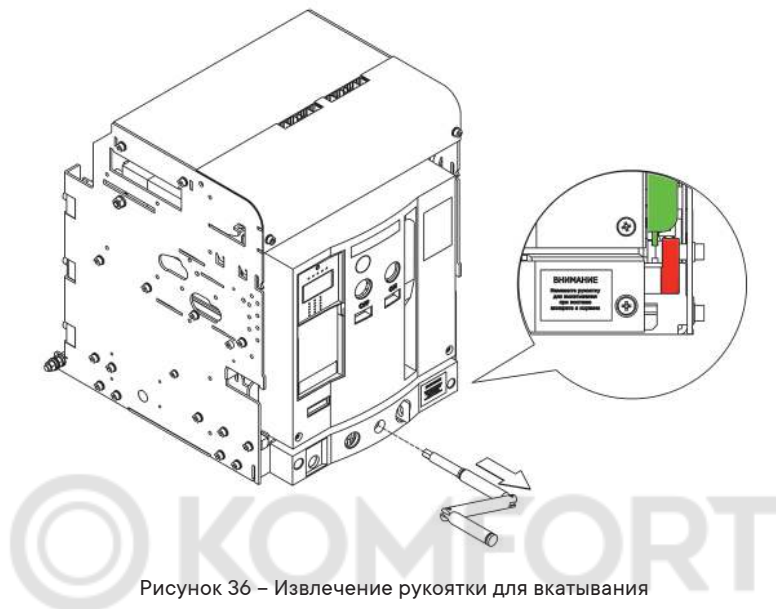

Рисунок 36 – Извлечение рукоятки для выкатывания
- 4.3.5 Извлечь рукоятку для выкатывания из гнезда корзины, смотри рисунок 36.